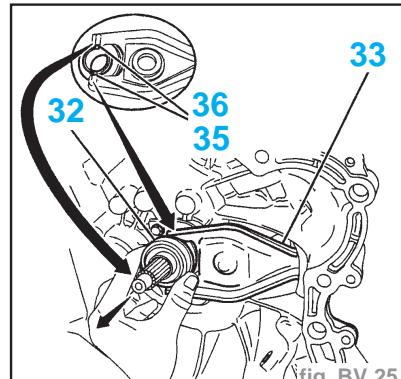

fig. BV 25
- Enduire légèrement de graisse **MOLY-KOTE BR2 PLUS** les becs de la fourchette (35).
- Mettre en place la butée (32), les ergots (36) sur les becs de fourchette (35).
- Reposer l'ensemble fourchette (33) + butée (32) (fig. BV. 25).
- Manœuvrer la butée (32) afin de vérifier la mise en place des ergots (36) derrière les becs de fourchette (35).